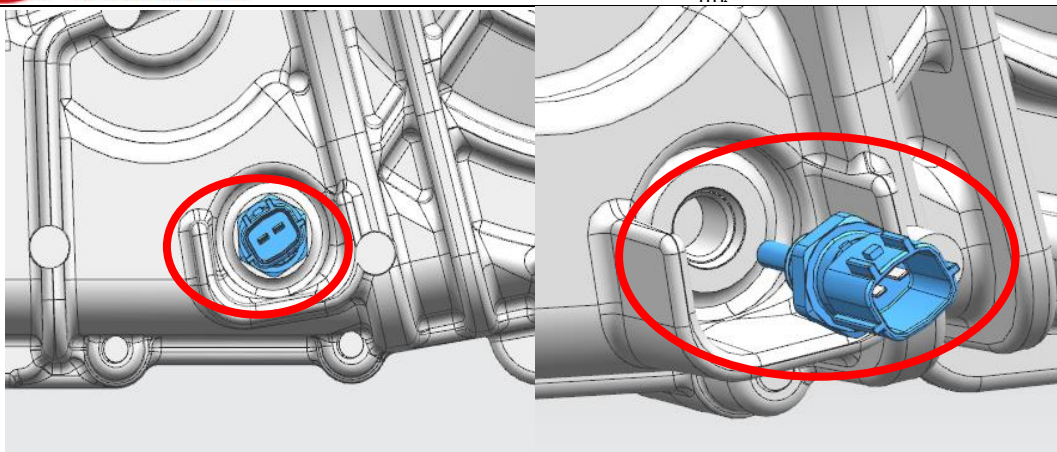

图 16 油温传感器
- (1) 举升车辆，使车辆保持水平。
- (2) 拆卸发动机下护板，按下护板维修手册执行。
- (3) 拔下油温传感器线束端插件。
- (4) 用工具拧下总成上的油温传感器，如图 16 所示。